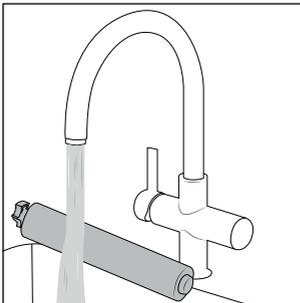

Afb. 33
- ◆ Pak de sproeikap **7** aan de bovenkant (bij **PULL**) vast en trek hem naar voren om hem van het voetgedeelte **3** te nemen (zie afb. 33).